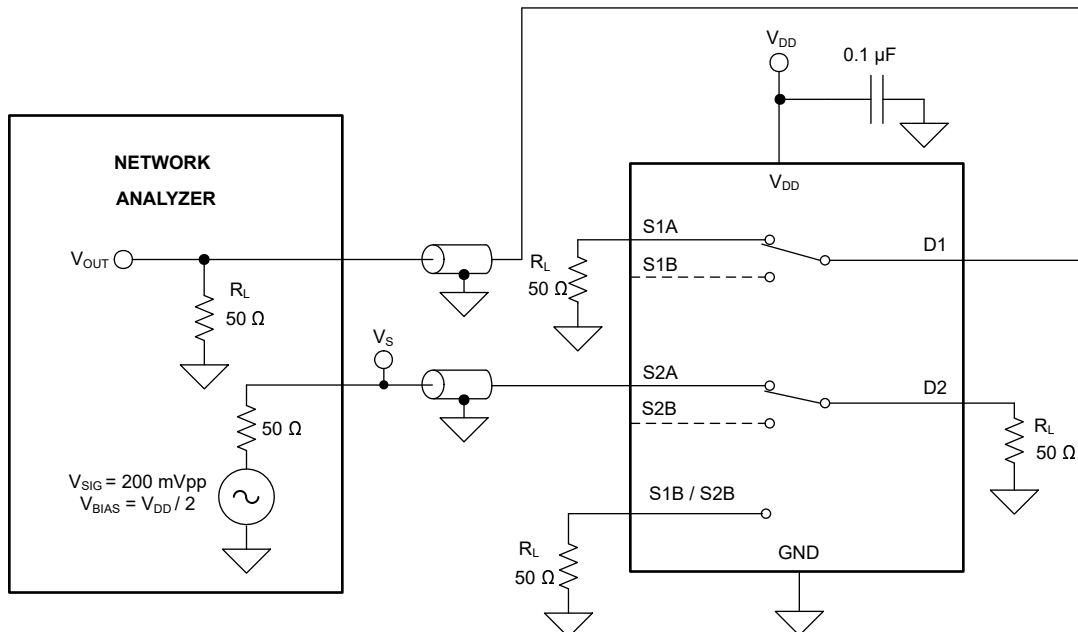

图 6-8. 串扰测量设置
串扰定义为不同通道的漏极引脚 (D) 处的信号与导通通道的源极引脚 (Sx) 上施加的信号之比。图 6-8 展示了用于测量串扰的设置和用于计算串扰的公式。